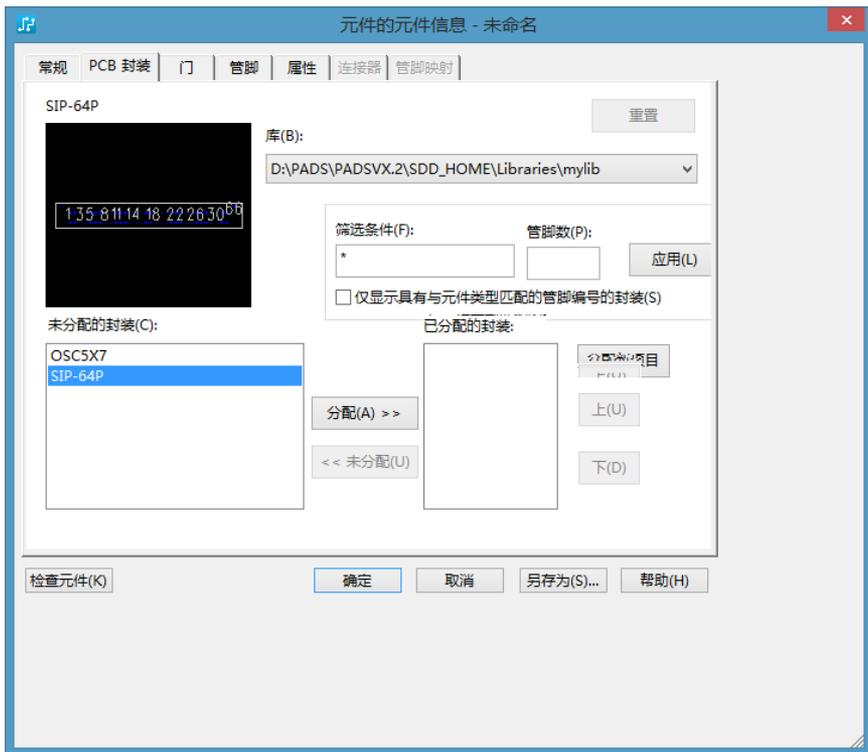

图 9-33 “PCB 封装”选项卡
“PCB 封装”选项卡如图 9-33 所示，该选项卡用于给元器件类型分配相应的 PCB 封装，可以为一个元器件类型设置多达 16 个 PCB 封装。
(1) 在“库”下拉列表框中选择封装所在的库，如图 9-33 所示，选择“mylib”库。
(2) 在“筛选条件”文本框内输入想要查找的封装。
(3) 在“未分配的封装”列表中找到需要的封装后，单击“分配”按钮，将选中的封装分配给该元器件类型，分配的封装显示在“已分配的封装”列表内。一个元器件类型可以分配多达 16 种封装。分配的多种封装，在“已分配的封装”列表内排在最上面的优先级最高，可以使用“上”和“下”按钮来改变优先级。